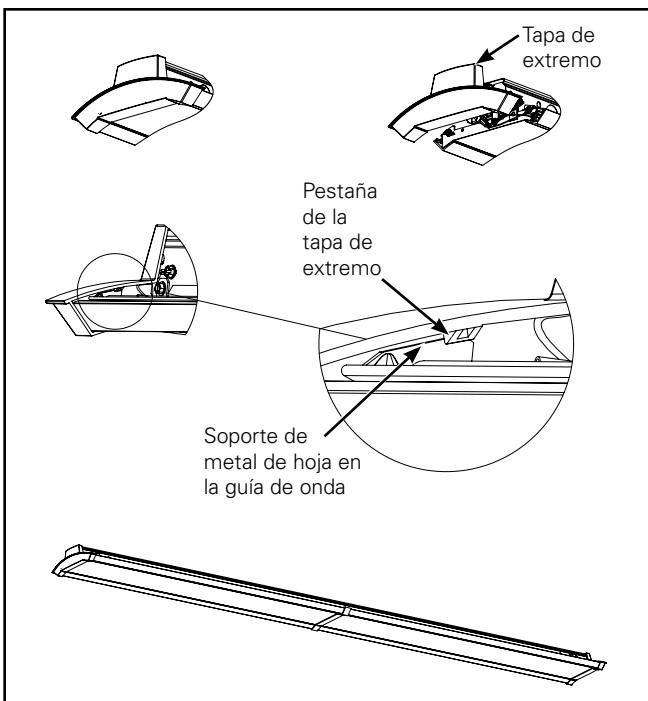

Figura 15.
10. Retire los tapones del extremo de la caja de piezas, instale el tapón de extremo en la luminaria. Coloque el arnés del cable y el cable de seguridad durante la instalación. Las pestañas de los tapones de extremos deben encajar completamente en el soporte de metal. (Figura 15.)